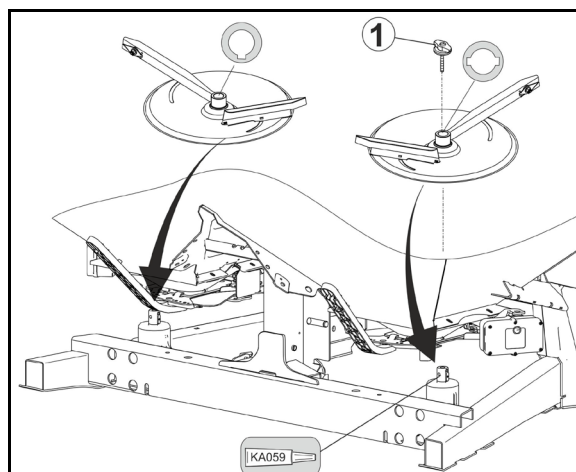

Fig. 71
1. Îndepărtați piulița-fluture (Fig. 71/1).